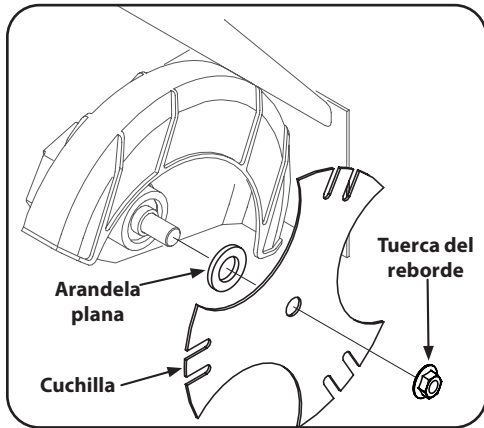

Figura 4-1
1. Use dos llaves (una para impedir que la cabeza del perno hexagonal gire loca y la otra para desenroscar la tuerca de brida) para extraer la cuchilla de la bordeadora. Consulte la Figura 4-1.